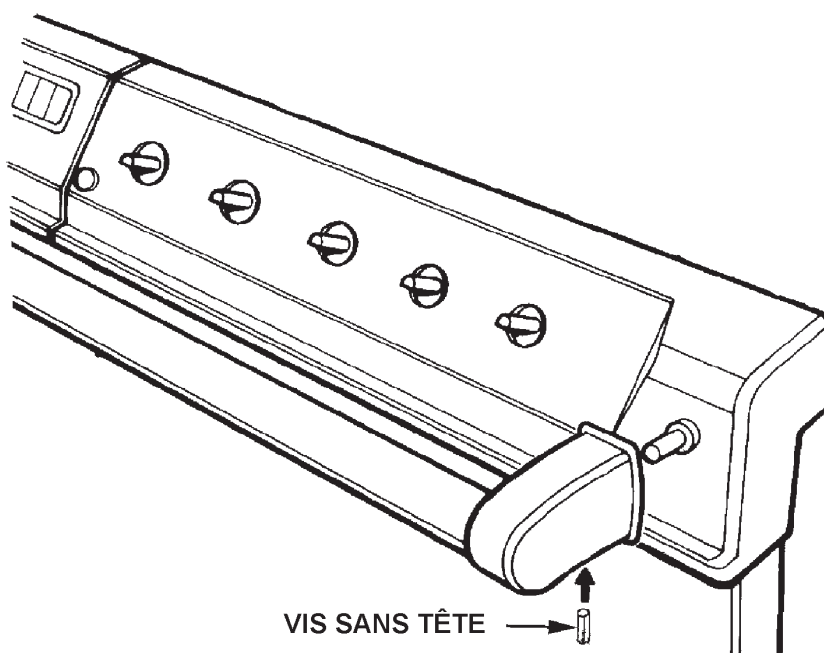

Fig. 22
1. Desserrez les 2 vis sans tête, situées de part et d'autre du porte-serviettes (voir Fig. 22) à l'aide de la clé de 2 1/2 mm.